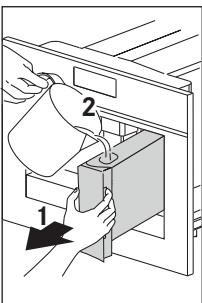
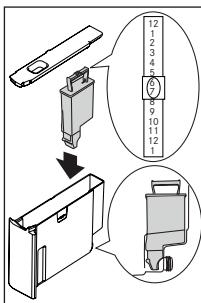

Fig. 11
Fig. 37
- ▶ Dopo 5 secondi, la macchina visualizza "RIEMPIRE SERBATOIO": estrarre il serbatoio (Fig. 11), sciacquarlo e riempirlo con acqua fresca senza superare la linea MAX. Reinserirlo spingendolo a fondo. All'interno del serbatoio è possibile installare un filtro addolcitore (Fig. 37).